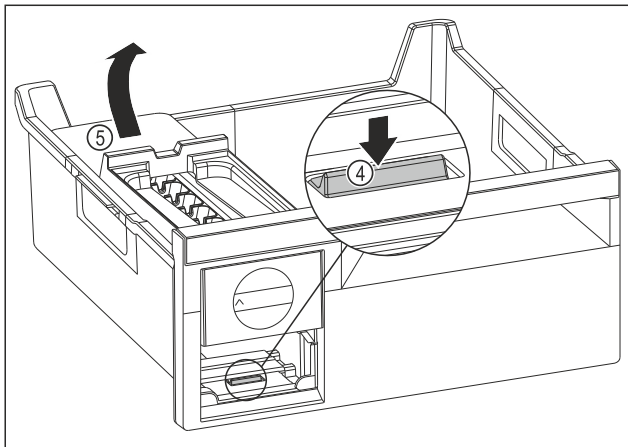

Fig. 82
- ▶ Wyjmowanie korpusu EasyTwist-Ice: Nacisnąć nakładkę Fig. 82 (4) palcem w dół i jednocześnie podnieść korpus EasyTwist-Ice Fig. 82 (5) od tyłu drugą ręką.